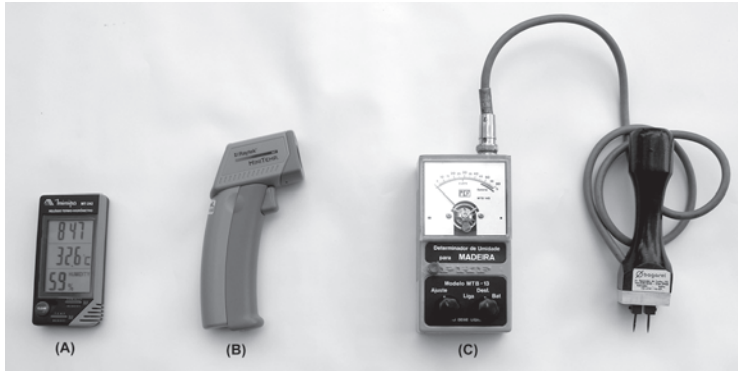

Fig. 2 – (A) Termohigrômetro digital, (B) termômetro I.V. e (C) xilohigrômetro
- Medição baseada em materiais sensíveis à umidade e em infravermelho (I.V.) (Fig.2);
- Capacidade ou resistência elétrica → Protímetro e xilohigrômetro (Fig. 2);
- Eletrônicos (Fig. 2);
- Medição de  $U.R.$  e temperatura → Termohigrômetros (Fig. 2);